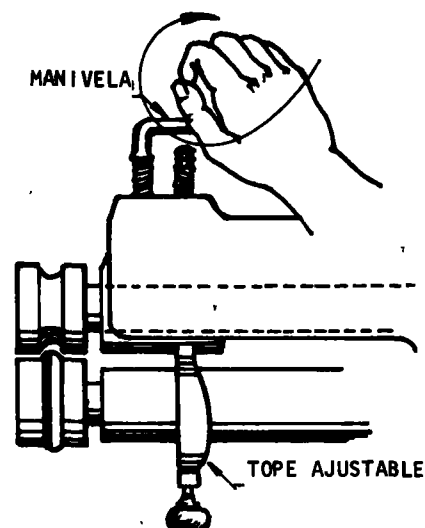

Fig. 1
- b Accione la manivela para bajar el rodillo superior, hasta que se aproxime al rodillo inferior lo suficiente como para comprobar su alineamiento (fig.1).